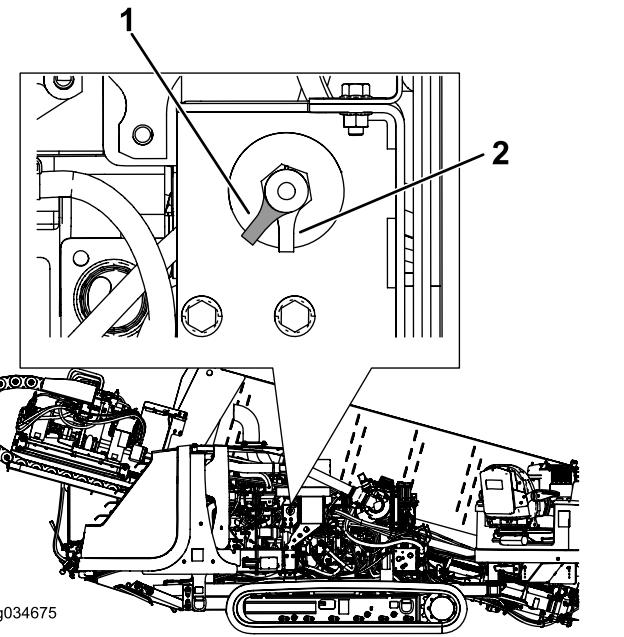

Рисунок 26
- Чтобы подать электропитание на машину, поверните выключатель массы аккумулятора по часовой стрелке в положение ВКЛ (Рисунок 26).
- Чтобы отключить электропитание от машины, поверните выключатель массы аккумулятора против часовой стрелки в положение ВЫКЛ (Рисунок 26).